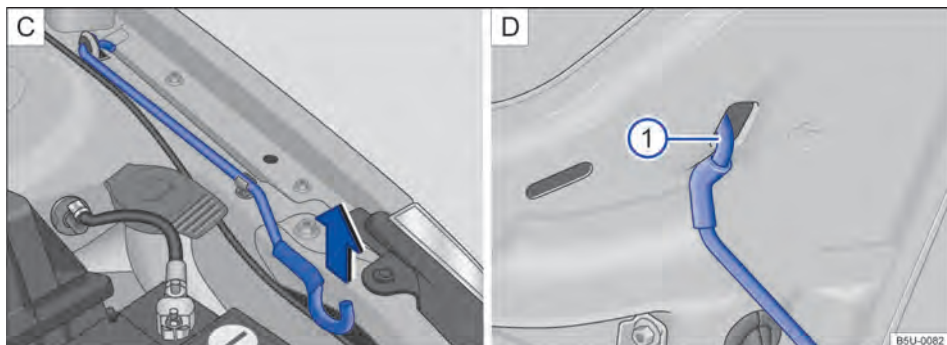

Fig. 179 [C] Haste de sustentação da tampa do compartimento do motor. [D] Tampa do compartimento do motor apoiada na haste de sustentação.
- Retirar a haste de sustentação do suporte no sentido da seta → Fig. 179 [C] e posicioná-la na abertura na tampa do compartimento do motor → Fig. 179 ① [D].
- Retirar a haste de sustentação do furo → Fig. 179 ① [D] e encaixá-la no suporte do fecho → Fig. 179 [C].